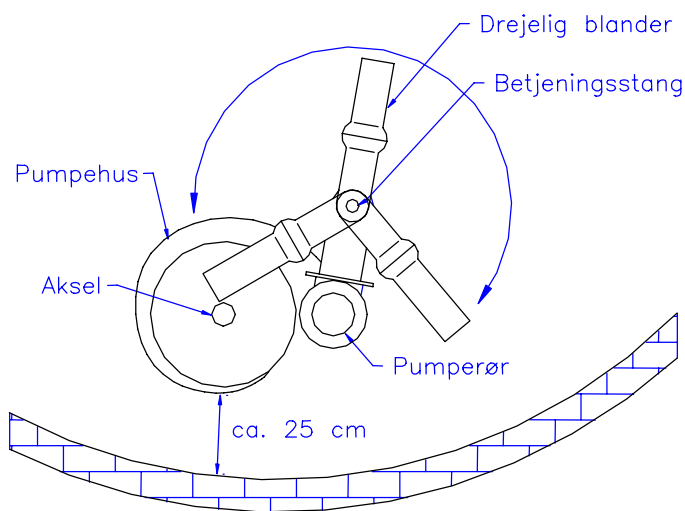
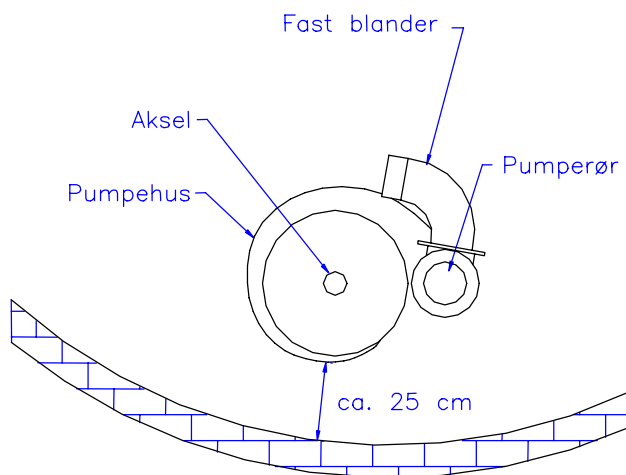

Fig.1 Pumpe med drejelig blander
Fig.2 Pumpe med fast blander
a) Pumpen placeres således at pumpehuset er ca. 25 cm fra kanten. Ved pumper med drejelig blander skal studsene pege ind mod midten af tanken, så studsene kan drejes til begge sider i tanken (se fig.1). Hvis pumpen har fast blander skal studsene pege ud langs siden i kanten (se fig.2), så gyllen kan pumpes rundt og dermed give en god opblanding i tanken.